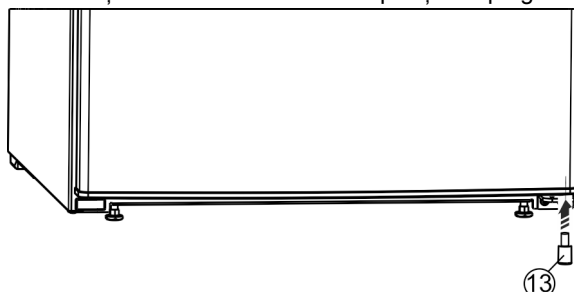

Fig. 7
- ▶ Remontați distanțatorul Fig. 7 (13) în partea inferioară dreaptă a ușii, deoarece este important pentru stabilitatea aparatului.